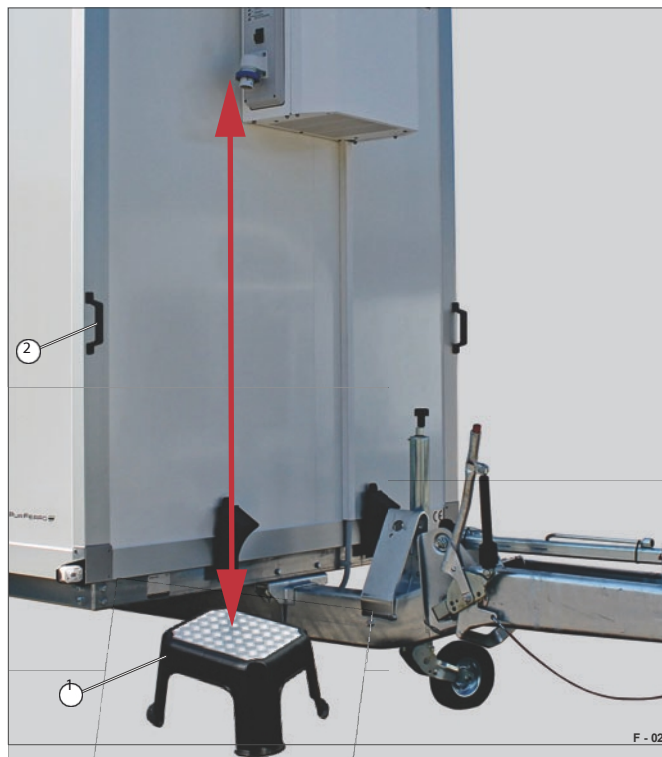

Fig. 22 Användning av pall
► Håll om möjligt i handtagets sida (Fig. 22/2).